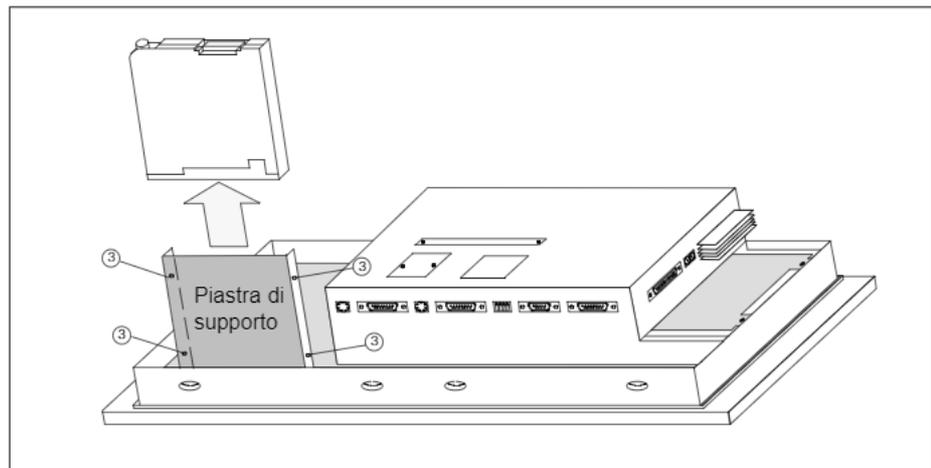

Figura 6-7 Svitare le viti dei listelli laterali della piastra di supporto e estrarre il floppy drive
4. Svitare le quattro viti ③ dei listelli della piastra di supporto (vedi figura 6-7).